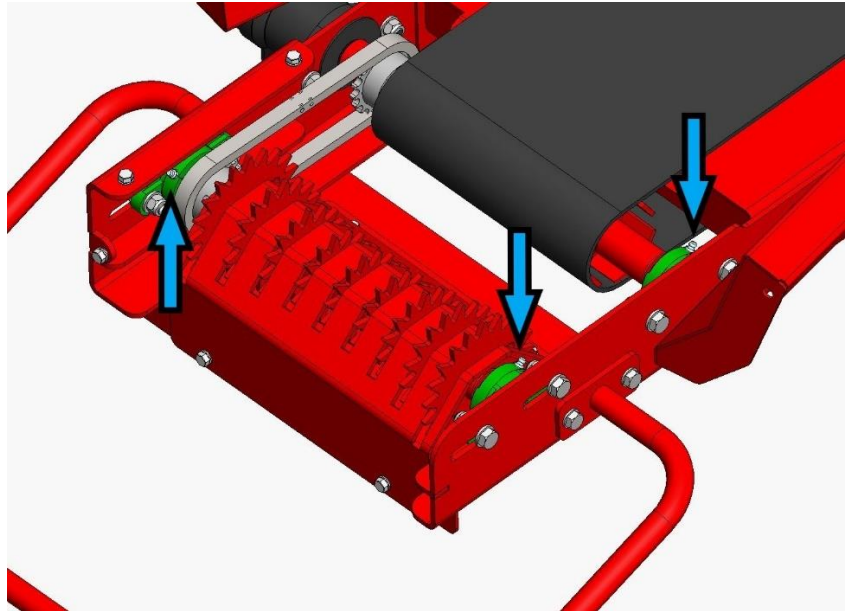

Bild 50.
10. Inmatningsrullarnas lagernipplar (3 st. på bild 50).